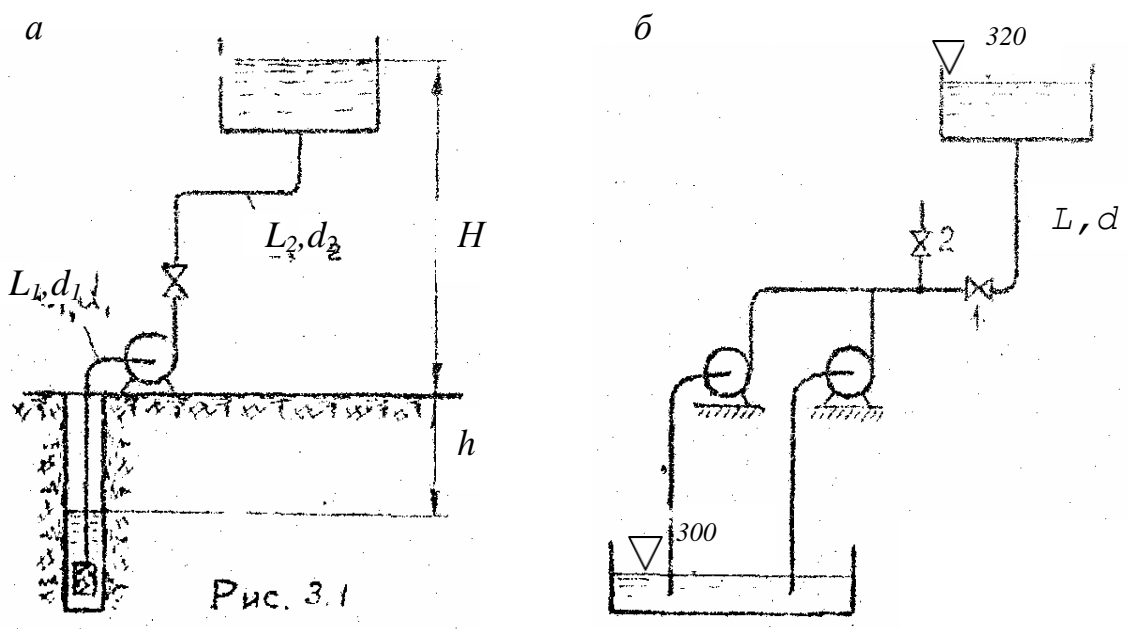

Рис. 7.1.
**Задание 2.** Центробежная установка (рис.7.1, б), состоящая из двух одинаковых насосов, характеристика каждого из которых дана в табл.3.2.1. забирая воду из водоема с относительной отметкой уровня +300 м питает резервуар с отметкой +320 м. Длина